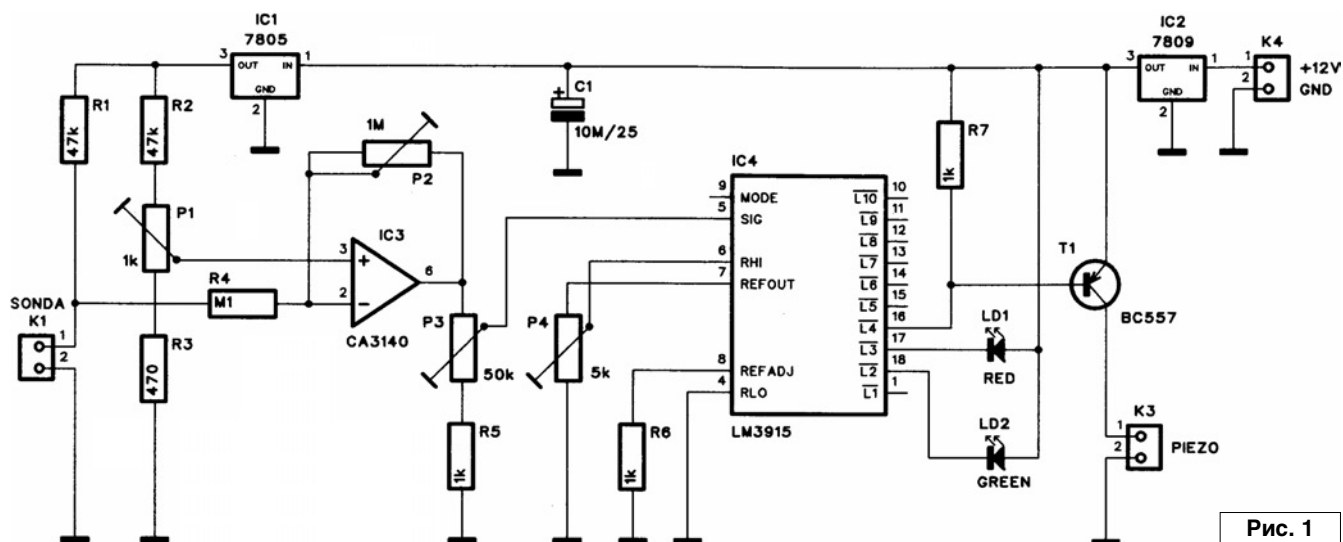

Рис. 1
В данной конструкции используется температурная зависимость падения напряжения на диоде с коэффициентом порядка 2 мВ на 1°С. Напряжение с контактов K1 SONDA подается на инвертирующий вход операционного усилителя IC3 типа CA3140 – **рис. 1**. Потенциал неинвертирующего входа этого ОУ выставляется при настройке схемы подстроечным сопротивлением P1. Коэффициент усиления ОУ задается значением сопротивления P2. Выходной сигнал операционного усилителя IC3 снимается с движка подстроечного сопротивления P3 и подается на вход SIG (вывод 5) микросхемы индикации IC4 LM3915.
- вывод 9 (MODE) управляет режимом свечения светодиодов нагрузки микросхемы. При нулевом потенциале на этом выводе будет режим светящейся “линии”, а при высоком потенциале на этом выводе – режим светящейся “точки”. Последний и используется в описываемой схеме **рис. 1**;
- яркость свечения выходных светодиодов определяется значением номинала сопротивления P4. Ток через светодиод нагрузки равен: $I [mA] = 12,5 / RP4 [k\Omega]$. В схеме **рис. 1** минимальный ток светодиодов примерно равен 2...3 мА.
Следующей особенностью схемы **рис. 1**, на которую, к сожалению, не обращено внимание читателей в публикации [1], являются требования к типу пьезоизлучателя, подключаемого к контактам колодки K3. В случае превышения на входе микросхемы IC4 определенного уровня на выводе 16 этой микросхемы появляется низкий уровень. Это по замыслу авторов [1] приводит к насыщению транзистора T1, что вполне логично,